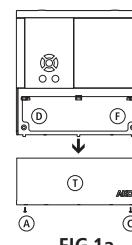

FIG.1a
- Retirar la tapa T del equipo (Fig.1a o Fig.1b)
- Insertar y apretar los tornillos D, E, F (Fig.1a o Fig.1b)
- Despues de conectar los cables según el esquema de conexión, cerrar la tapa T, insertar y apretar los tornillos A, B, C (Fig.1a o Fig.1b)